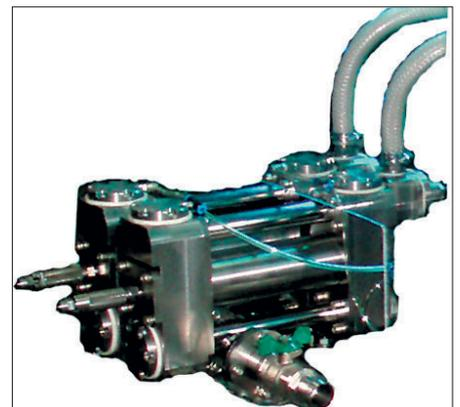

Рис. 4. Герметичный клапанный дозатор, работающий от давления продукта
- для асептического розлива молочных продуктов полностью модернизирован продуктовый тракт. Продукт нигде не контактирует с внешней средой, а поступает под давлением непосредственно по трубе от оборудования его подготовки в герметичный дозатор, что, кстати, позволяет фасовать аэрированные продукты. Дозатор клапанный (рис. 4), не имеет традиционных пневмоприводов и не общается с внешней средой через штоки приводных цилиндров. В результате отсутствия подсоса внешнего воздуха существенно увеличивается точность дозирования и принципиально невозможно занести вредную микрофлору из внешней среды в дозируемый продукт;